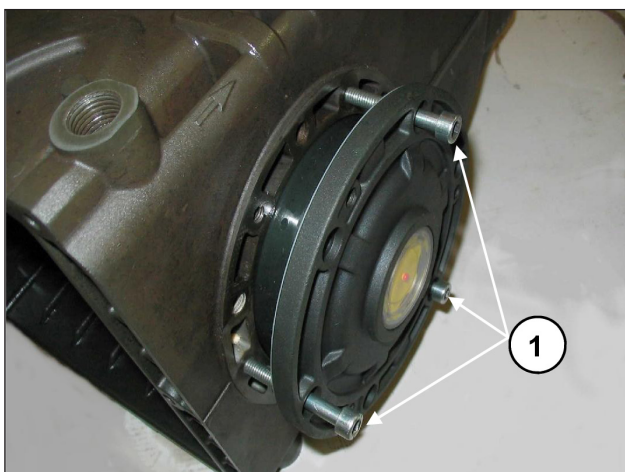

Fig. 8
Pour faciliter l'insertion du premier tronçon et l'insertion des couvercles sur le carter, utiliser 3 vis M6x40 partiellement filetées (Fig. 8, rep. ①) et terminer l'opération au moyen des vis fournies (M6x18).